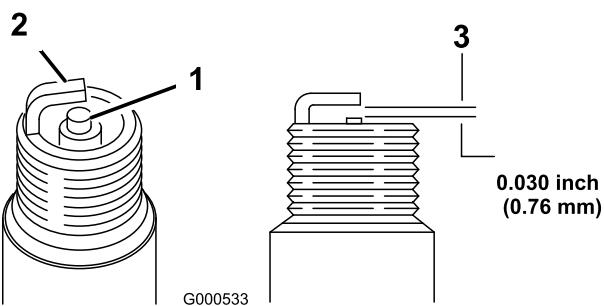

Рисунок 29
- Установите в свече зазор, равный 0,76 мм (0,030 дюйма) (Рисунок 29).